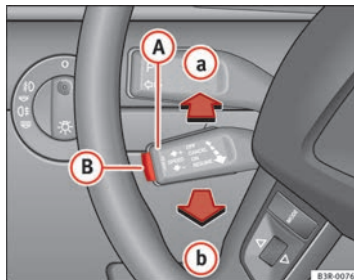

Fig. 156 Mandos del regulador de velocidad
- desplace la palanca **A** **⇒ fig. 156** hasta la posición **a** (sin encastrar).